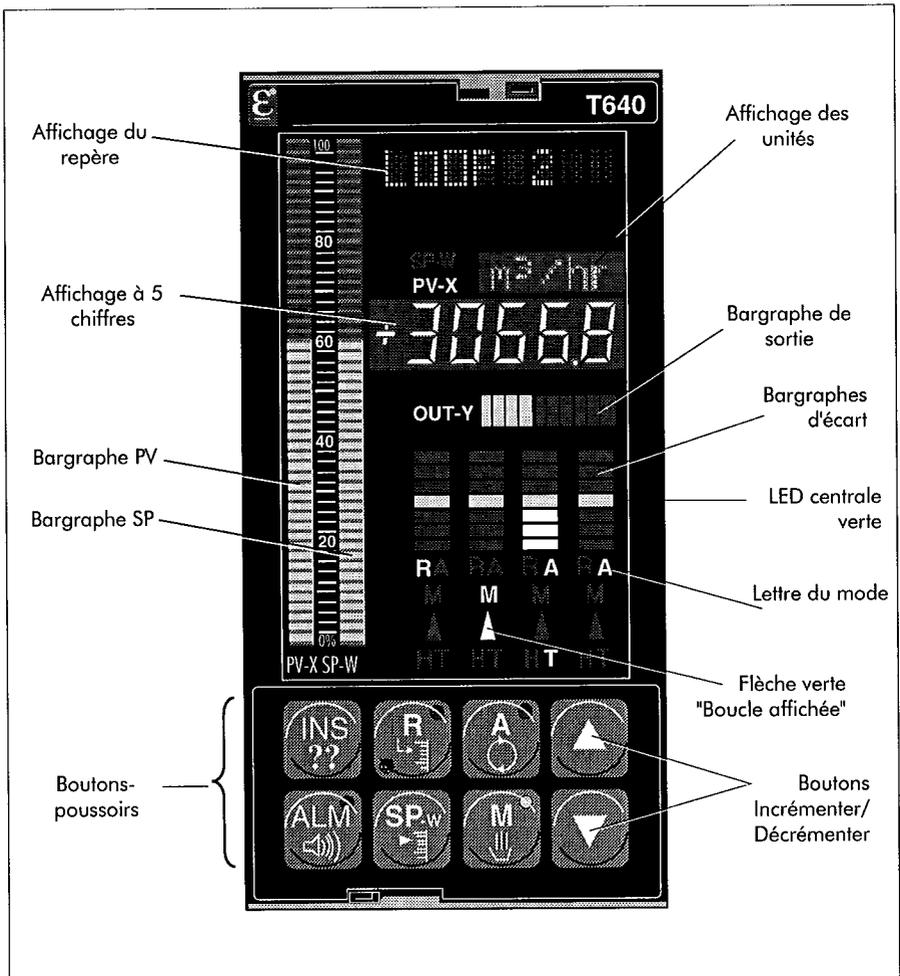

Figure 4-1 Face avant T640 — interface opérateur
La figure 4-1 montre la face avant avec un affichage type.
La figure 4-1 montre la face avant. Quatre affichages récapitulatifs montrent les bargraphes d'écart rouges des quatre boucles du T640 — boucles 1 à 4 de gauche à droite. *DevnBar*, dans le bloc SETPOINT (point de consigne), définit la plage d'écart du bargraphe, à savoir  $\pm 3$ ,  $\pm 10$  (par défaut), ou  $\pm 30\%$ . PV peut être affiché à la place, à 100 % de l'échelle, si *DevnBar* = *Abs\_PV*. La LED centrale verte est allumée, si le bargraphe affiche un écart. La LED rouge du bas est allumée si PV est affiché. Un bargraphe clignotant indique que la boucle est en alarme absolue ou en alarme d'écart.
Affichage rouge affichant normalement la valeur *PV* du bloc SETPOINT (point de consigne) (ou PID) en unités physiques. La légende **PV-X** (voir figure 4-1) n'est affichée en rouge que si *PV* est affiché.
- 2 Tenez la clé à environ 15 cm de la face avant du T640, en visant la LED infrarouge au niveau de la légende **OUT-Y** à gauche du bargraphe de sortie (voir figure 4-1). Le capteur IR se trouve derrière la face avant. Appuyez sur **INS**, appuyez ensuite sur la clé pour enclencher le commutateur interne. Si la clé de sécurité est valable, l'affichage du repère affiche **LOOP** (boucle) et vous passez en mode accès boucle. Les clés non valables affichent **Bad Key** (mauvaise clé).